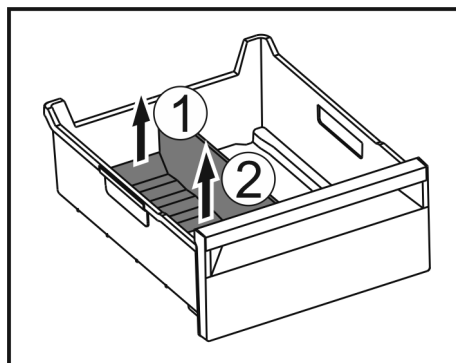

Fig. 99
- ▶ Ridicați partea posterioară a separatorului pentru compartimentul de gheață. Fig. 99 (1)
- Scoateți separatorul pentru compartimentul de gheață în sus. Fig. 99 (2)